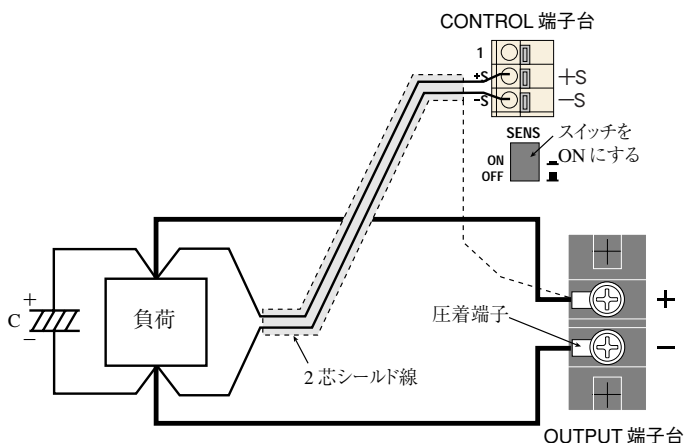

図 4-4 リモートセンシングの接続
3. 図 4-4 のように、+ S 端子と負荷端の+（正）間、および- S 端子と負荷端の-（負）間を接続します。